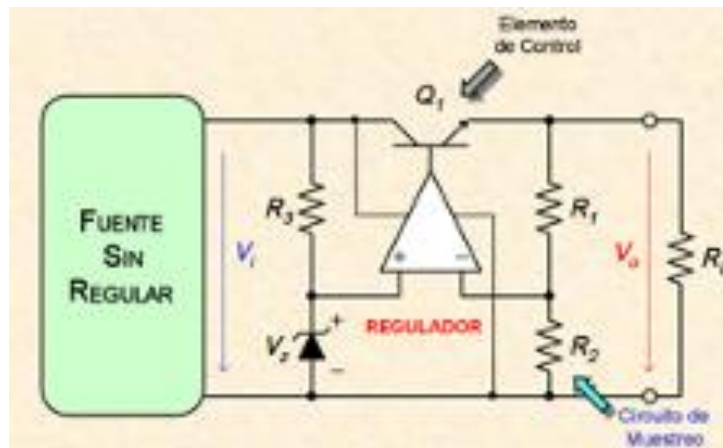

Figura 1. Regulador lineal con regulación de tensión analógica
- Regulador lineal en lazo abierto. En el circuito de la figura 1 se debe cambiar la conexión del Amp. Op. para poder usarlo como seguidor de tensión.
- Una vez verificado el funcionamiento en lazo abierto en todo el rango de tensiones y de carga, se simulará y probará el funcionamiento en lazo cerrado haciendo uso del circuito de la figura 1.